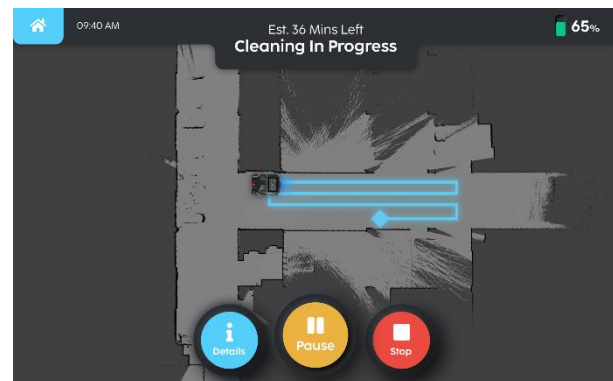

Fig. 9
8. De robot start de reinigingsoperatie, de bediener kan de reiniging op elk moment pauzeren of stoppen (fig. 9).